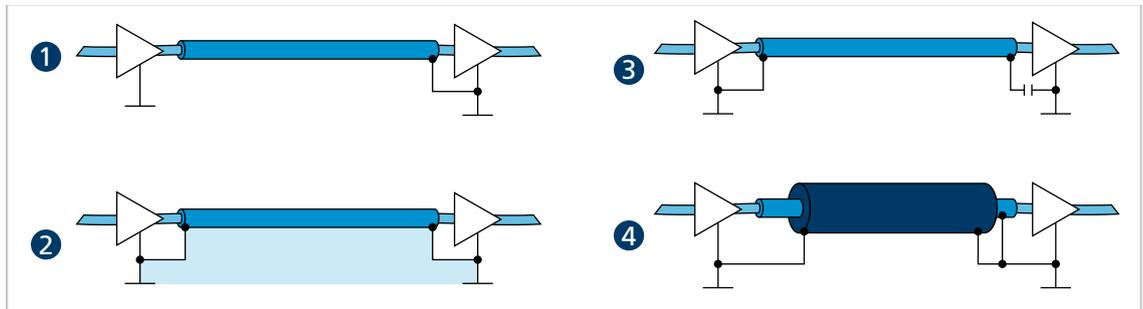

Abb. 14: Verschiedene Möglichkeiten der Schirmanbindung
- ▶ Die Motorphasen in einem Schirm, getrennt von den Sensor- oder Encodersignalen, führen und mindestens motorseitig auflegen (siehe 1 bzw. 2 in Abb. 14).
Optional können die Sensorsignale mit den Motorphasen in einem gemeinsamen Kabel/Isolationsschlauch unter Verwendung eines weiteren Außenschirmgeflechts geführt werden. Dieses Außenschirmgeflecht muss beidseitig aufgelegt werden (z. B. 4 in Abb. 14). Eine Lösung wie 2 in Abb. 14 ist für diese Konfiguration nicht in jedem Fall funktionsfähig. Falls dies durch Erdversatz nicht möglich ist, die HF-Verbindung über speziell geeignete Kondensatoren (z. B. Safety-Kondensatoren wie Y1/Y2/X1/X2, siehe 3 in Abb. 14) herstellen. Dabei den Schirm außer an Motoranschluss- und Controllerseite nicht mehrfach auflegen.